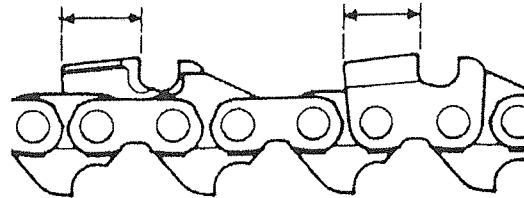

Fig. 4-6
- 5) Keep all cutters the same length. (Fig. 4-6)
- 5) Conserver à tous les maillons-gouge la même longueur. (Fig. 4-6)
- 5) Tenere tutte le lame della stessa lunghezza. (Fig. 4-6)
- 5) Darauf achten, daß alle Schneidzähne dieselbe Länge haben. (Fig. 4-6)
- 5) Mantener la misma longitud en todas las cuchillas. (Fig. 4-6)
- 5) Håll samma längd för samtliga skärtänder. (Fig. 4-6)